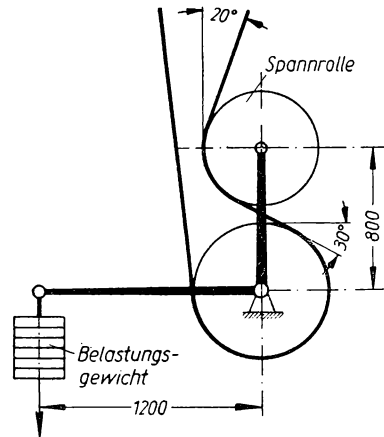

Bild 136
**270.** Durch die Spannrolle nach Bild 136 soll im Riemen eine Spannkraft 85 kg erzeugt werden. Gesucht wird **a)** die Mittelkraft der beiden Riemenkräfte an der Drehachse der Spannrolle; **b)** der Hebelarm dieser Mittelkraft in bezug auf den Drehpunkt des Winkelhebels; **c)** die erforderliche Größe des Belastungsgewichts.